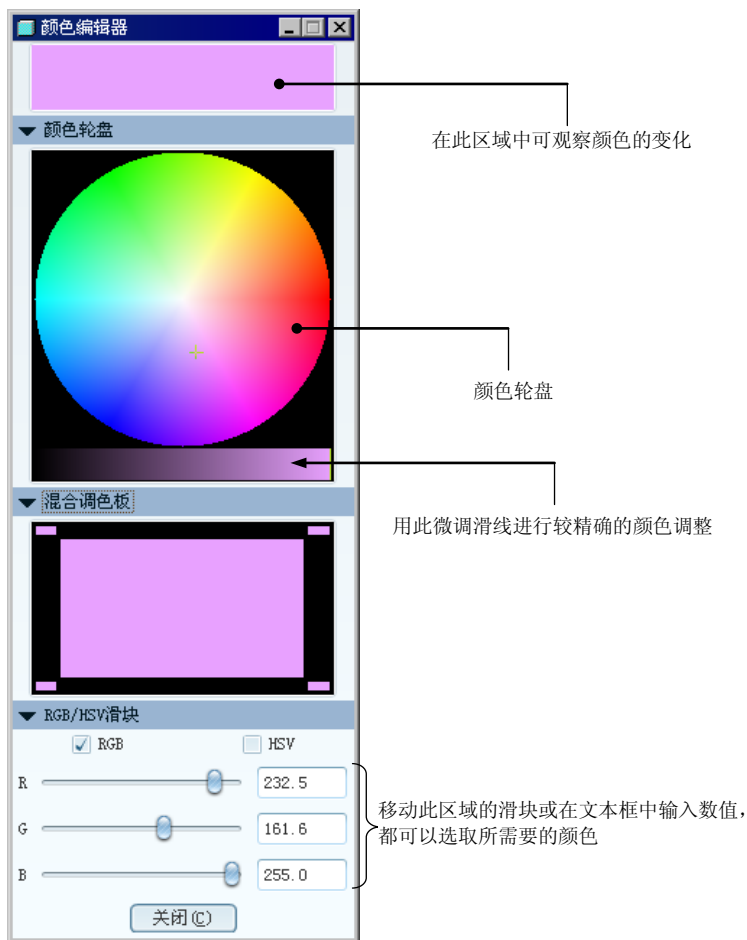

图 7.8.3 “颜色编辑器”对话框
- ② 定义颜色。在弹出的图 7.8.3 所示的“颜色编辑器”对话框中，通过下列方法设置所需要的颜色：